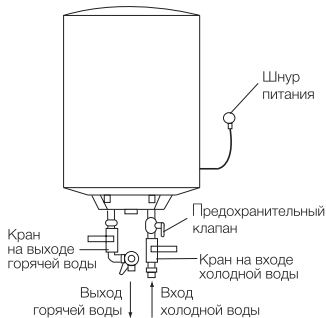

Рис. 7
3. Предохранительный клапан следует устанавливать в месте входа воды (см. рис. 7).